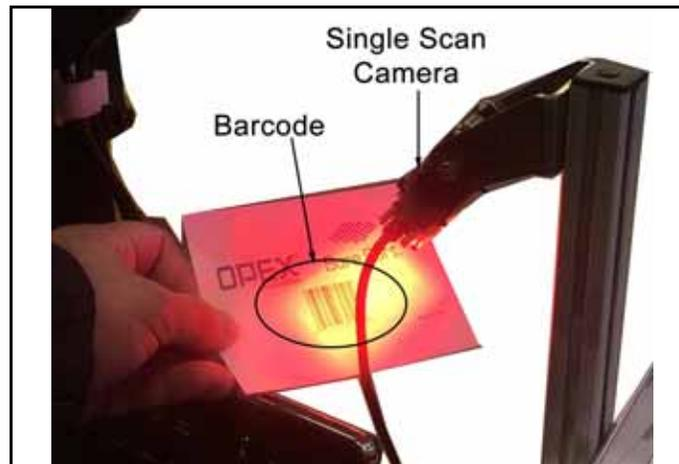

Figure 4-36: Escanear un código de barras
3. Si utiliza la Cámara de Escaneo Simple, sostenga el artículo con el código de barras orientado hacia arriba, directamente bajo la cámara (ver Figure 4-36). Si utiliza el Escáner Manual, coloque la luz del escáner en el centro del código de barras.